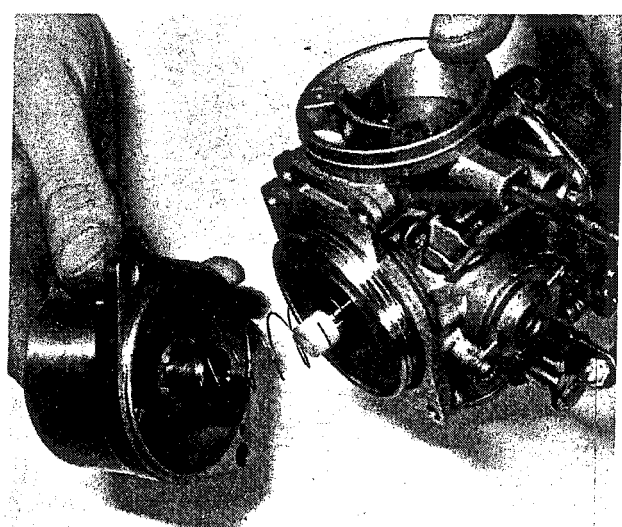
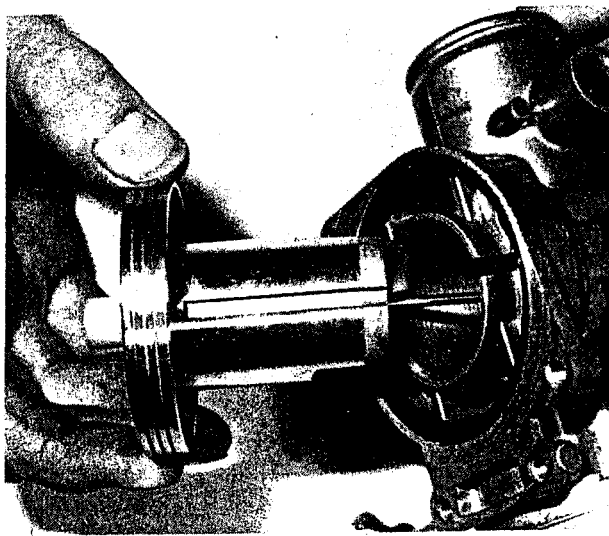

Bild 182
Bild 183
- Die letzte Befestigungsschraube des Vergaserdekels (Kolbenkammer) entfernen und den Deckel abheben (Bild 182). Die Schraubenfeder und die Nylon-dichtung herausnehmen. Den Kolben aus seiner Kammer herausziehen und ausbauen (Bild 183). Nach dem Herausziehen des Stopfens an der Oberseite des Kolbens fällt die Düsennadel heraus (Bilder 184, 185). Die Hauptluftdüse und die Sekundärluftdüse sitzen unter einer Platte, die mit einer Kreuzschlitzschraube am Vergasergehäuse befestigt ist (Bild 186). Schraube und Platte entfernen. Die beiden Leerlaufdüsen sitzen gegenüber den beiden erwähnten Hauptluftdüsen, sind jedoch nicht durch eine Platte verdeckt. Keine dieser Düsen kann herausgenommen werden, sie müssen an Ort und Stelle gereinigt werden.